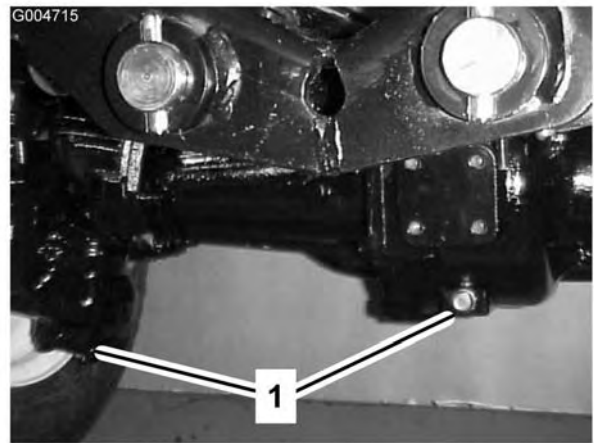

Figura 60
2. Limpie la zona alrededor de los tres tapones de vaciado, uno en cada extremo y uno en el centro (Figura 60).